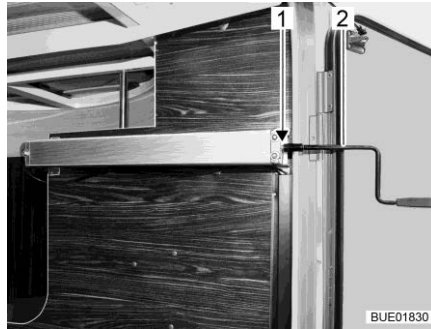

Fig. 135 Manivelle dans le garage arrière
- Enfoncer la manivelle (Fig. 135,2) sur le tenon (Fig. 135,1).